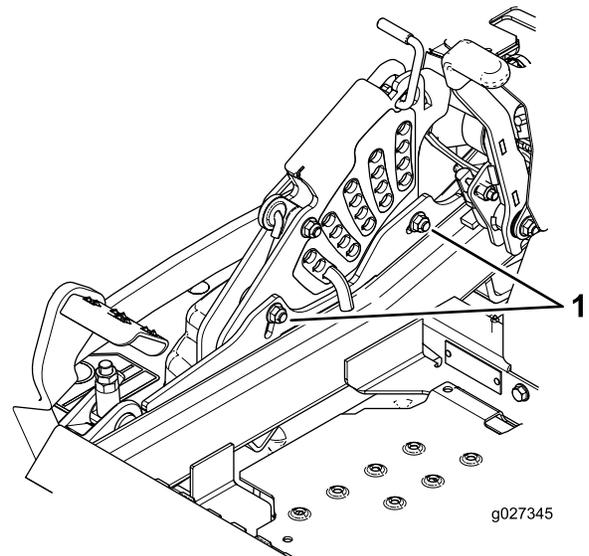

Figura 88
12. Para ajustar el sistema de ajuste de un solo punto, afloje los dos pernos situados cerca del borde inferior de la pletina de altura de corte. Consulte Figura 88.
14. Apriete los dos pernos situados cerca del borde inferior de la pletina de altura de corte (Figura 88). Apriete a 37–45 N·m (27–33 pies-libra).